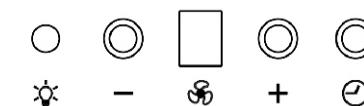

рис. 12
- Электронный переключатель с цифровым индикатором скорости (рис. 12) имеет четыре кнопки управления без фиксации и цифровой индикатор, который показывает скорость вентилятора. От «0» - вентилятор выключен и до «7» максимальная скорость.